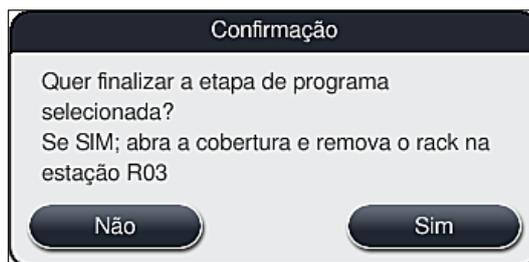

Fig. 91
5. Na mensagem de informações a seguir (→ "Fig. 91"), confirme o cancelamento do programa com o botão **Sim** ou retorne à tela do status do processo com **Não**.
As informações na mensagem (→ "Fig. 91") devem ser atendidas imprescindivelmente.